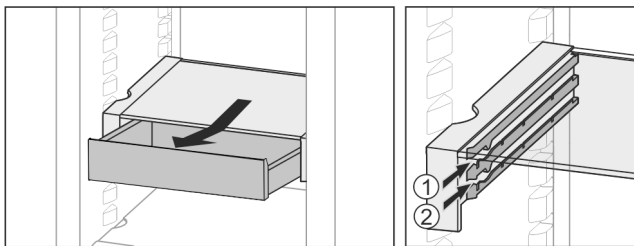

Fig. 20
- ▶ Zasuňte ju v ľubovoľnej výške Fig. 20 (1) alebo Fig. 20 (2).